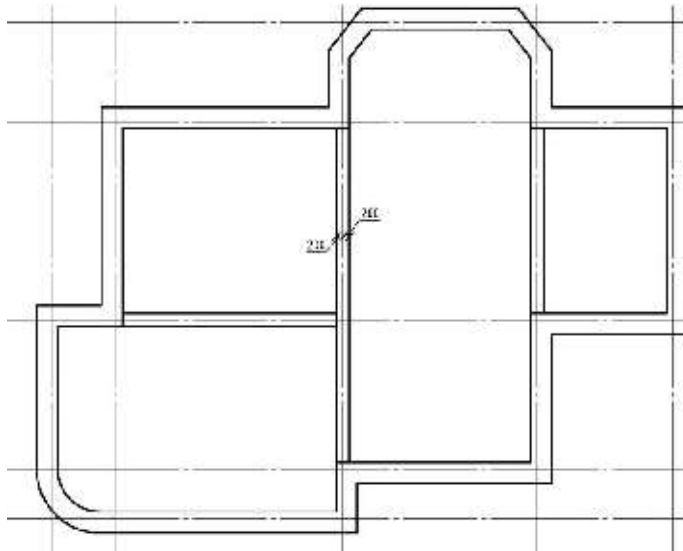

Рисунок 8.7 – Вычерчивание внутренних стен
- Установить текущий слой «Стены». Используя инструмент **МУЛЬТИЛИНИЯ** (Расположение = Центр, Масштаб = 400, Стил = STANDARD) внутренние стены согласно предложенной схеме (рисунок 8.7)